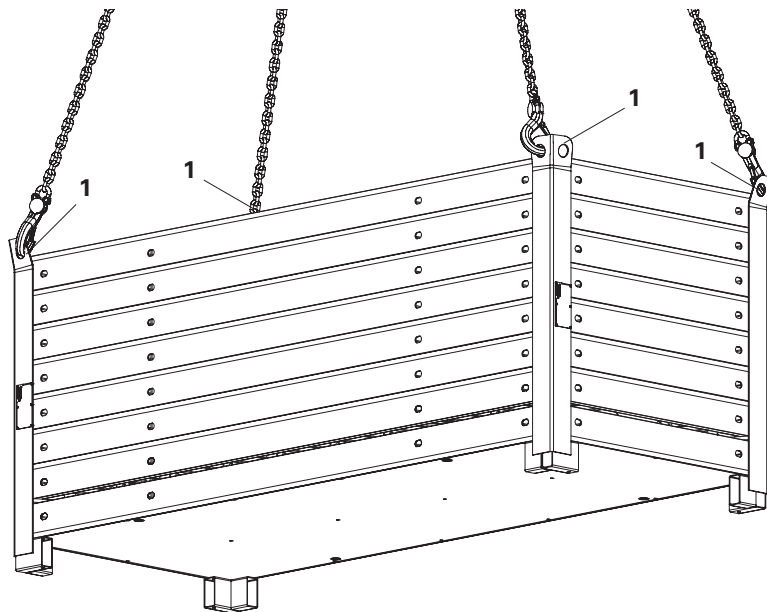

Fig. A1.01
(Fig. A1.01)
**Fixez toujours l'appareil de levage à 4 élingues en utilisant les quatre points d'appui (1).**(Fig. A1.01)